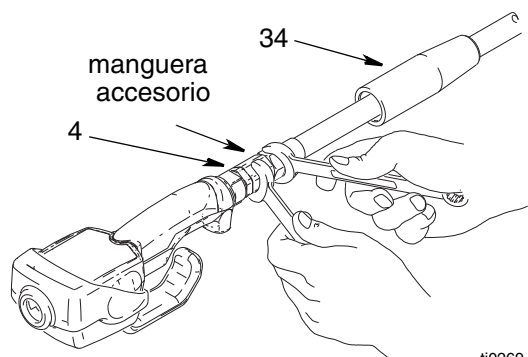

FIG. 6
2. Deslice la tapa giratoria (34) sobre la manguera, con el extremo pequeño primero, antes de conectar el accesorio de manguera móvil (4) (FIG. 6).
3. Aplique sellador de rosca a las roscas macho en el accesorio de manguera. Enrosque el accesorio de la manguera en la pieza móvil (4) y ajuste firmemente (FIG. 6).